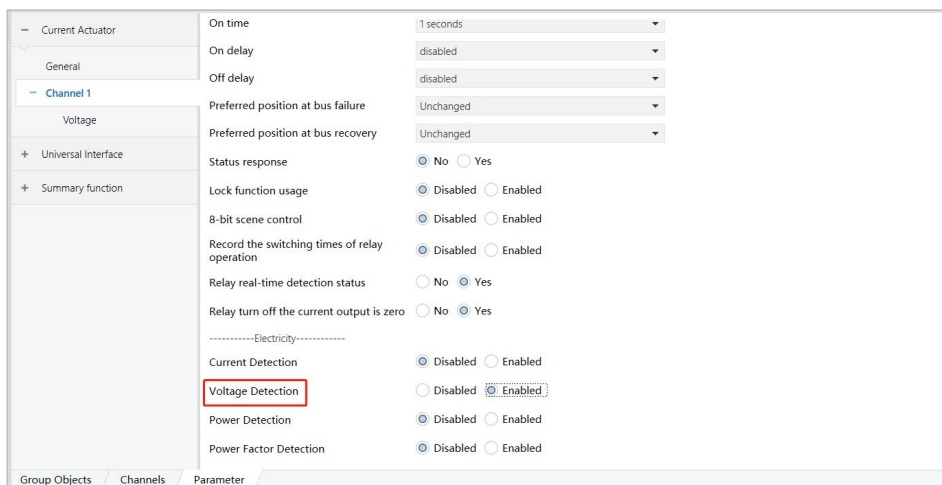

图 6.2.3
1) 参数 “voltage detection” 表示电压检测，选择 “Enabled” 时启用该功能，出现红色方框内选项，如图 6.2.3 所示；